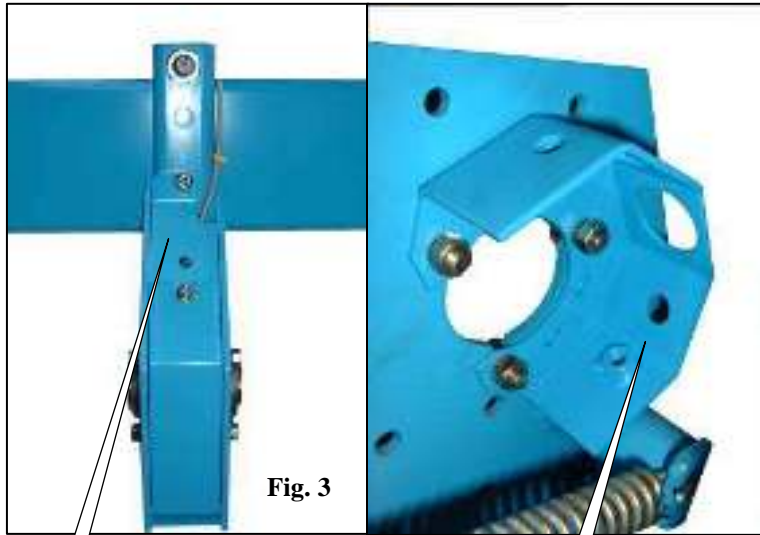

Fig. 3
- Mount cell C (fig. 3, 4 and 5) using the two countersunk head screws D (fig. 3, 4 and 5).
- Montați celula C (fig. 3, 4 și 5) folosind cele două șuruburi cu cap îngropat D (fig. 3, 4 și 5).